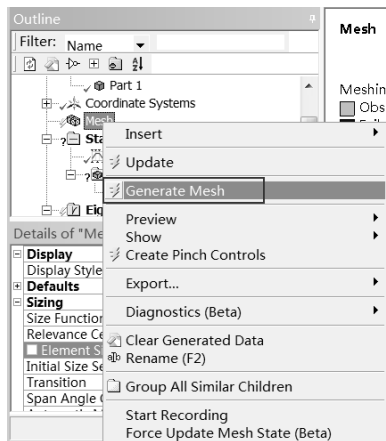
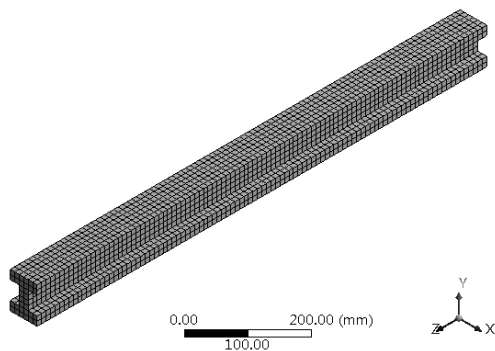

图 14-98 生成网格图
图 14-99 网格
Step5：在 Mechanical 界面左侧 Outline（分析树）中的 Mesh 选项上右击，从弹出的快捷菜单中选择 Generate Mesh 命令，如图 14-98 所示。生成后网格模型如图 14-99 所示。